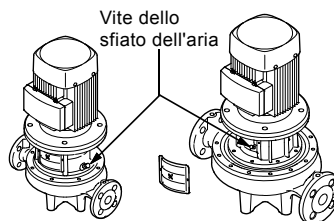

Fig. 14 Posizione della vite di sfiato aria
1. Chiudere la valvola di mandata e allentare la vite dello sfiato dell'aria nel basamento del motore. Vedi fig. 14.
2. Allentare la vite dello sfiato dell'aria. Vedi fig. 14.
Vedi fig. 14.